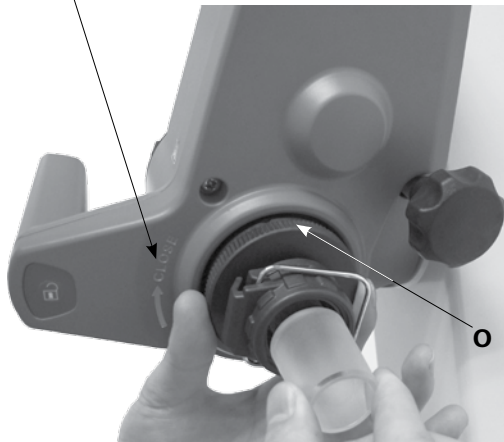

Fig. 14a
- Откройте стопорное устройство (O) на приводной головке, повернув ее на 60° против часовой стрелки. (Fig. 14a)